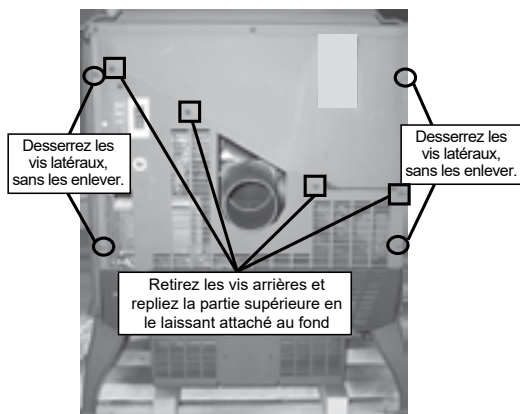

Figure 22.1
- Retirez 4 vis de l'écran du bas et faire pivoter le haut de l'écran vers vous en laissant le bas attaché au poêle (**Figure 22.1**).